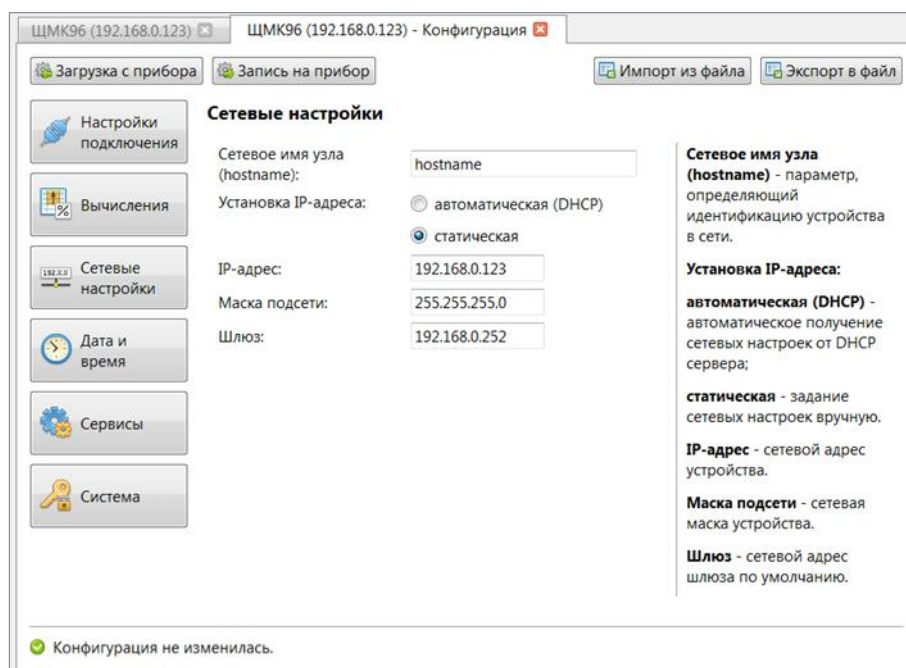

Рисунок 27 – Экранная форма «Сетевые настройки»
6.7.2.1 Настройка параметров IP-адресации прибора ЩМК96 осуществляется на экранной форме «Сетевые настройки» (см. Рисунок 27) во вкладке «Конфигурация» соответствующего измерительного прибора. Для перехода к указанной экранной форме следует, находясь во вкладке «Конфигурация» соответствующего прибора, нажать кнопку «Сетевые настройки» в левой части области отображения основной информации главного окна программы.
6.7.2.3 Для настройки флага режима установки IP-адреса прибора (автоматическая установка IP-адреса по DHCP либо установка IP-адреса вручную пользователем) следует в поле «Установка IP-адреса:» экранной формы «Сетевые настройки» (см. Рисунок 27) выбрать соответствующую радиокнопку (кнопка «автоматическая (DHCP)» либо ниже кнопка «статическая»).